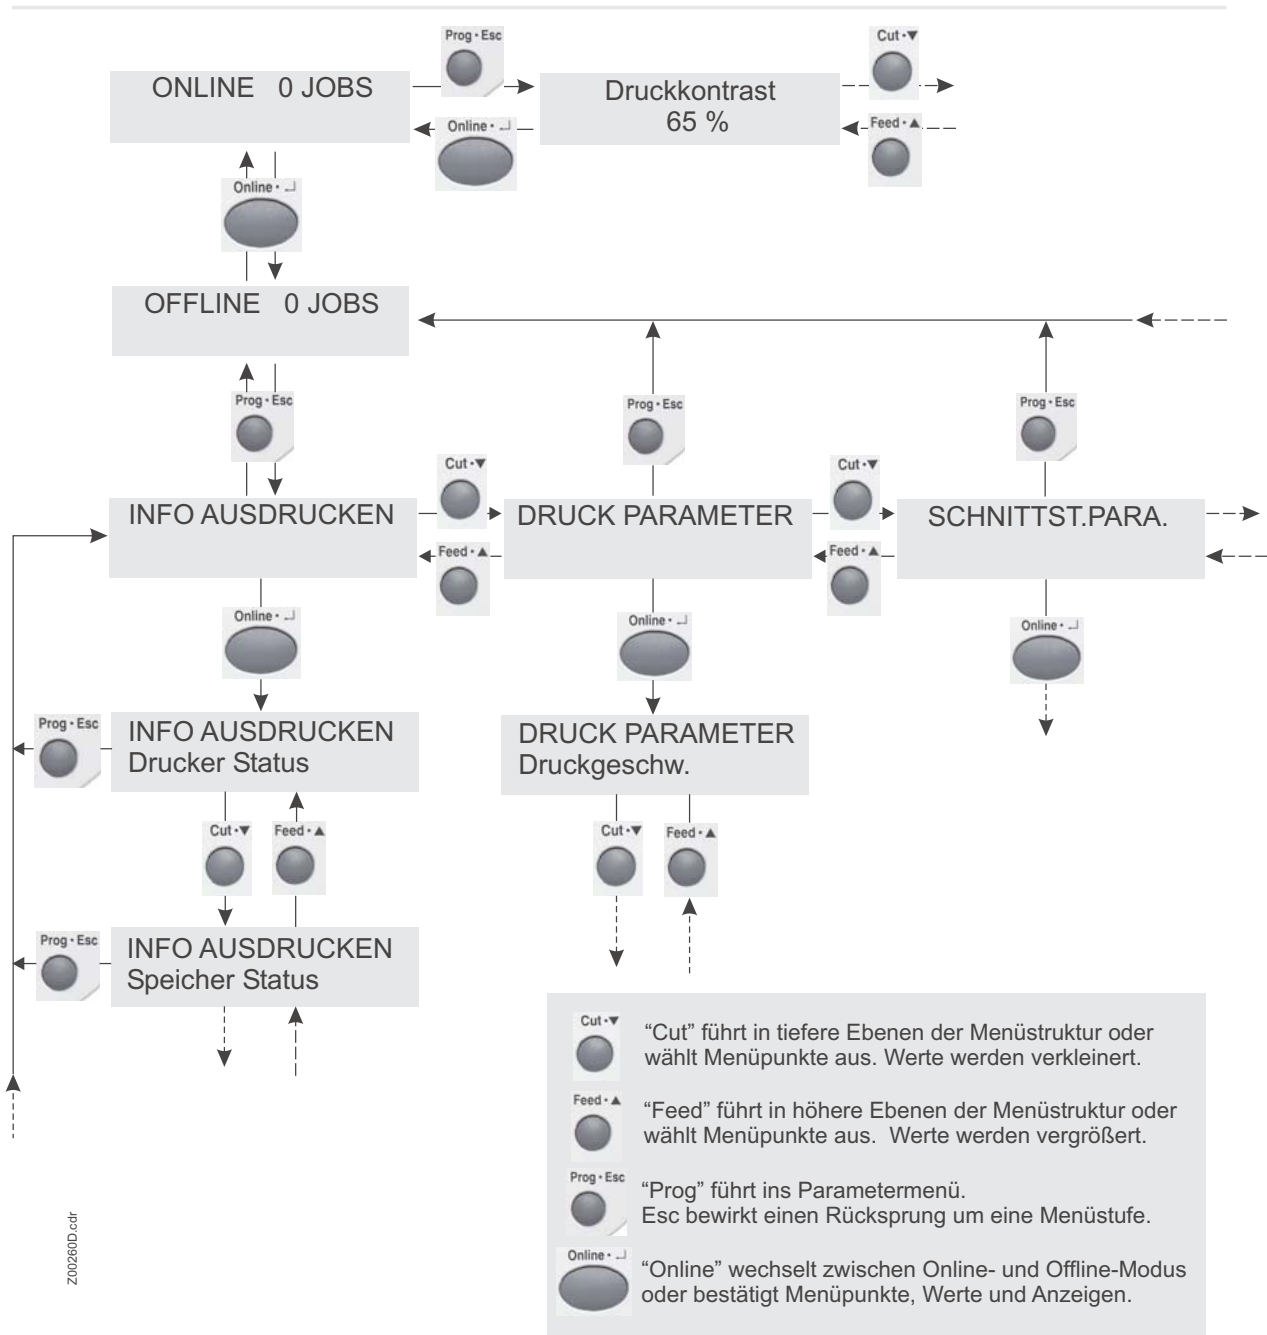

Abb. 1: Schematische Darstellung des Parametermenüs. Menüaufruf: Prog-Taste im Offline-Modus drücken.
▣▣▣▣ Nicht in jedem Druckertyp erscheinen alle aufgeführten Parameter! Einen Überblick über die Verfügbarkeit des Parameters geben die Zeilen am Anfang jeder Parameterbeschreibung (siehe Abb. 1):
Abb. 1: Am Anfang jeder Parameterbeschreibung wird die Verfügbarkeit des Parameters eingegrenzt: Zwischen den Linien sind die betroffenen Druckertypen aufgelistet; die Hinweiszeile darunter nennt zusätzliche Bedingungen.
- Dem *Druckertyp*: Druckertypen, in deren Parametermenü der Parameter verfügbar ist, sind zwischen den Linien aufgeführt. Im Beispiel (siehe Abb. 1): 64-xx, ALX 92x, ALX 73x (PMA), DPM.
Im Beispiel (siehe Abb. 1): Der betreffende Parameter erscheint nur im Menü von ALX 92x und DPM, wenn das Gerät mit einer USI-Platine ausgerüstet ist. Ist die Hinweiszeile keinem speziellen Drucker zugewiesen, gilt sie für alle aufgeführten Geräte.